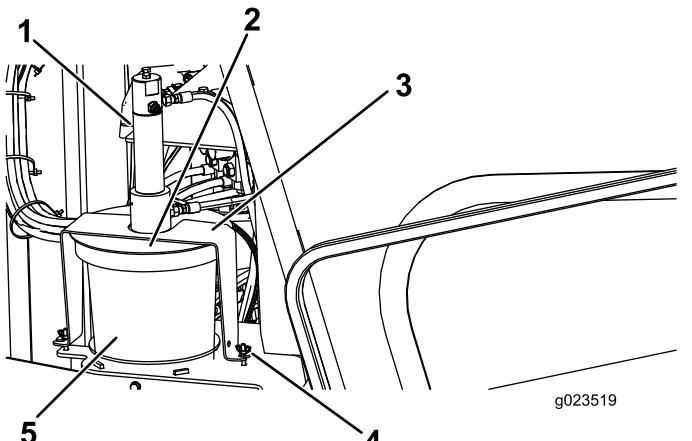

Рисунок 65
- Ослабьте барашковые гайки крепления накладок крышки к машине (Рисунок 65).
4. Поверните крышку и снимите ее накладки с крепежных болтов (Рисунок 65).
5. Поднимите крышку в сборе, сняв ее с пустой емкости состава для резьбовых соединений (Рисунок 65).
7. Вставьте плунжер в новую емкость и опустите крышку в сборе на емкость (Рисунок 65).
8. Наденьте накладки крышки на крепежные болты и поверните крышку, чтобы накладки находились на болтах (Рисунок 65).